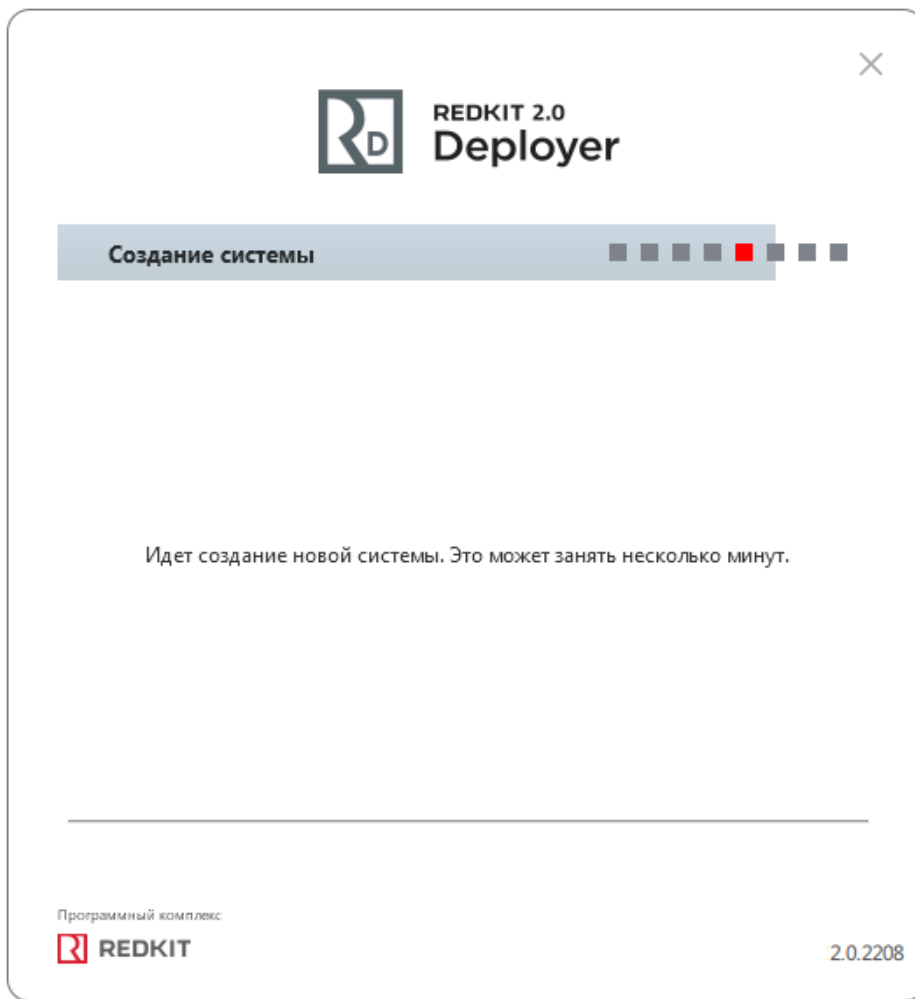

Рисунок 46 - Создание системы
13. Начнется процесс создания системы Redkit (Рисунок 46).